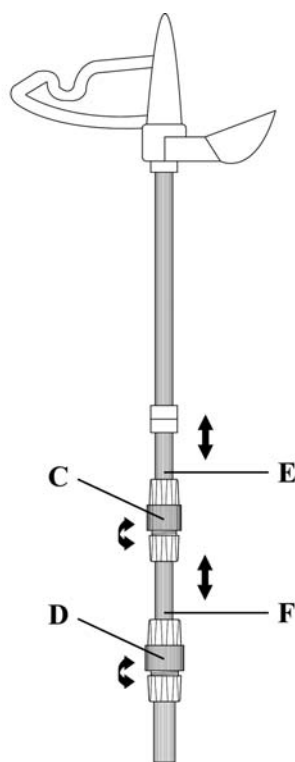

FIGURE 3
3. Dévissez le bouton strié supérieur (FIGURE 3-C) en le tournant dans le sens inverse des
pique (FIGURE 3-E)
4. Dévissez le bouton strié inférieur (FIGURE 3-D) en le tournant dans le sens inverse des